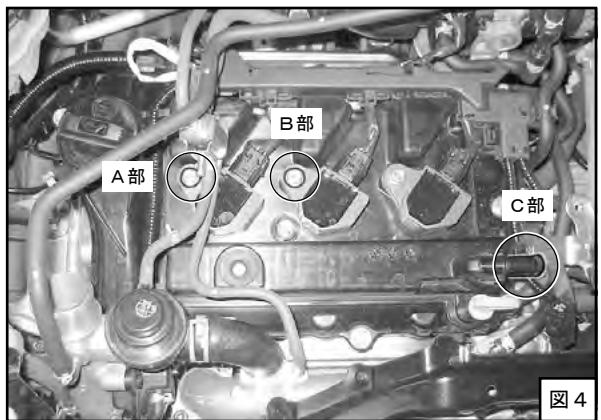
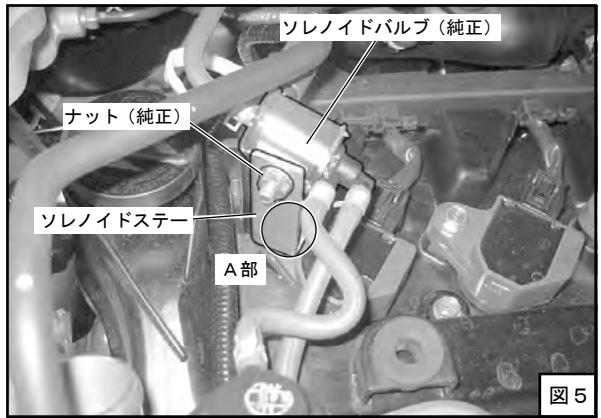

図 4
図 5
- (1) A部のボルトをいったん外し、ソレノイドステーを共締めしてください。（図4、図5）
- (2) ソレノイドステーに純正ナットを使用してソレノイドバルブを取付けてください。（図5）